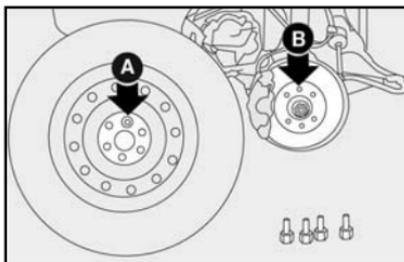

fig. 5
6) Monte la rueda de repuesto, de manera que los tornillos **B** coincidan con los orificios **A**-**fig. 5**.